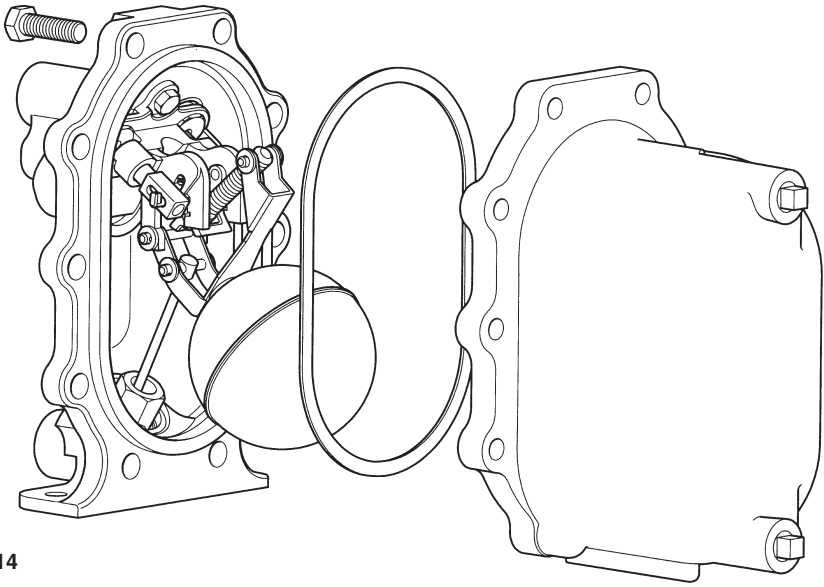

Fig. 14
1. Staccare tutte le connessioni sul coperchio. Togliere le viti del coperchio usando una chiave a tubo da 19 mm, poi allontanare delicatamente il gruppo coperchio dal corpo (sarà necessaria una distanza minima di rispetto di 135 mm). Depositare il gruppo coperchio su un banco di lavoro o su un'altra superficie adatta e fissarlo, evitando il contatto con la superficie di appoggio della guarnizione (vedere la fig. 14).